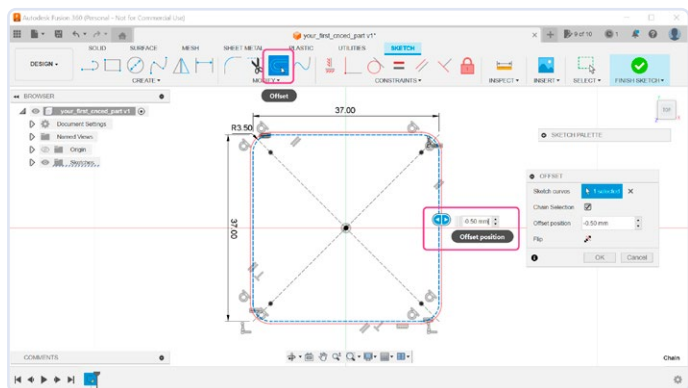

Figure 5. Agrandissement du boîtier pour obtenir un placement plus facile de la carte de l'encodeur.
- Nous devons agrandir légèrement le rectangle arrondi pour s'assurer que le circuit imprimé se positionne facilement (figure 5). Dans la barre d'outils, sélectionnez l'outil **Offset** et entrez la valeur de -0,5 mm.